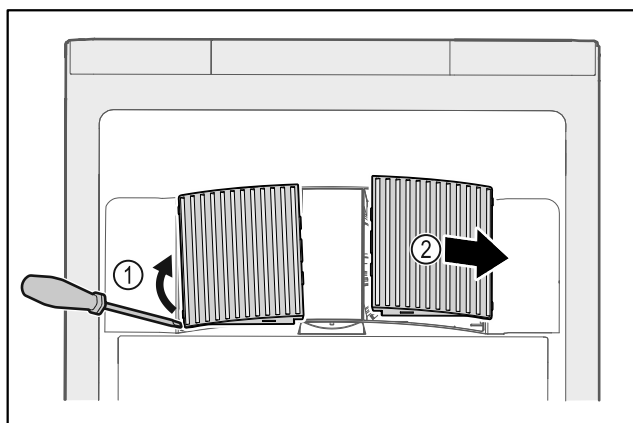

Fig. 200
- ▶ Nxirrni jashtë duke i ngritur lart me kujdes kapakët mbulues të ventilatorit nga anash Fig. 200 (1) dhe hiqini nga përpara Fig. 200 (2).